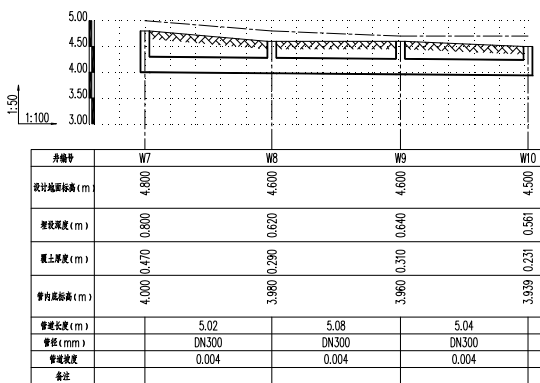

图 7-64 打开素材
**01** 按 Ctrl+O 组合键，打开配套光盘提供的“第 7 章/7.5.4 单元修改.dwg”素材文件，结果如图 7-64 所示。